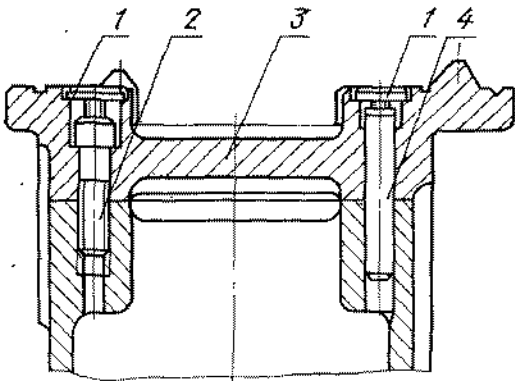

Рис. 37. Чертеж установки мостика на станину
13.9.4. Установка и снятие мостика (рис. 37). Станок 16К20Г поставляется с установленным на станине мостиком 3. При необходимости обработки деталей большого диаметра над выемкой в станине мостик снимается. Для этого нужно вывернуть пробки 1, удалить винты 2 и штифты 4.